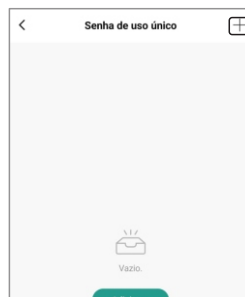

Figura 31
6. Seleccionando el tipo de código deseado, haga clic en el símbolo de "+" (figura 31) en la esquina superior derecha para crear un nuevo código.